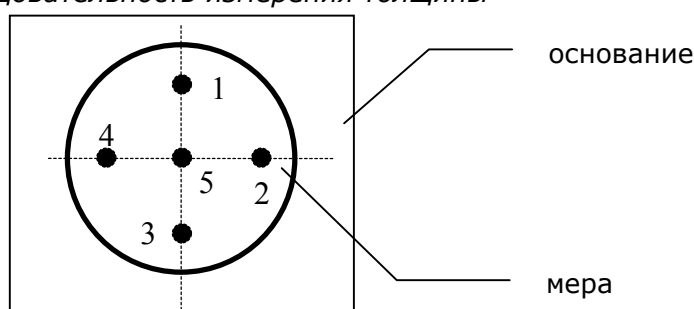

Рис. 3.
**Учтите, что для повышения точности измерений необходимо провести предварительно не менее 3-5 измерений в разных точках образца или меры (см. рис. 3) и найти среднее значение показаний. В дальнейшем найти такую точку на образце, значение показаний на которой будет максимально приближено к среднему значению и проведите калибровку.**
Подготовить набор мер накладных, изготовленных из твердого немагнитного и нетокпроводящего материала (пленки, оргстекла - см. рисунок 3), аттестованных в установленном порядке ВНИИМС. Количество мер должно быть не менее 3-х, со значениями толщины максимально приближенными к минимальному, среднему и максимальному в диапазоне от 0 до 2 мм для преобразователей М120 и Н120 и от 0,1 до 5 мм для преобразователей М150 и Н150.